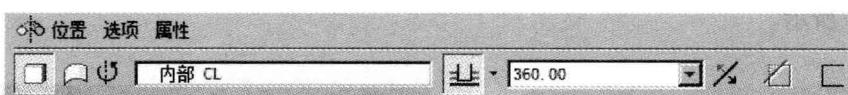

图 1-15 旋转命令操作界面
1) 进入三维造型界面，首先单击 命令，系统会自动切换至该命令的操作界面，如图 1-15 所示。
2) 单击图 1-15 所示的“位置”图标，在系统提供 TOP \ FRONT \ RIGHT 基准面上选取合适的面作为造型的基准。选择完成后进入草绘编辑器界面。